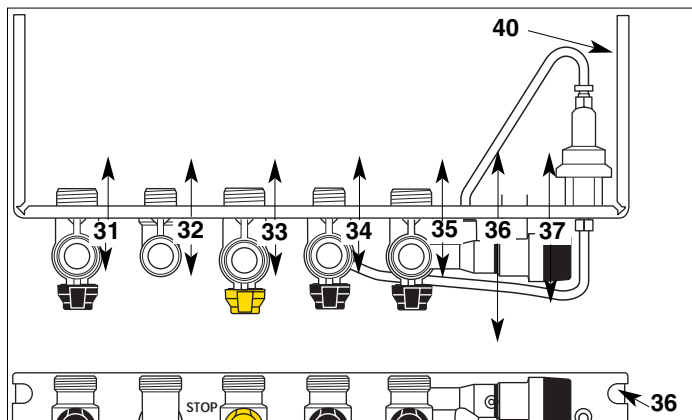

Fig. 22 - vues de dessus et de face
Barrette robinetterie (Fig. 22)
3. Ouvrez l'arrivée du gaz en tournant le robinet gaz "33" (Fig. 22, page 20), sur la position « 🔥 ».
- Coupez l'arrivée du gaz en tournant le robinet "33" (Fig. 22, page 20), sur la position «STOP».